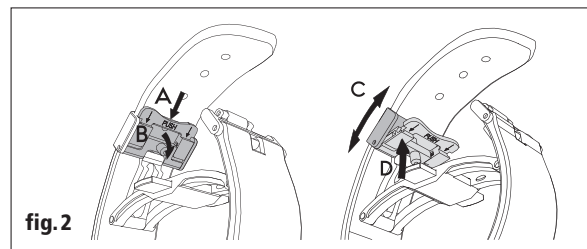

fig.2
Ajust de la longitud (fig. 2): premeu el pulsador "PUSH" en el sentit de la fletxa (A) i afluïeu l'extrem de la corretja (B). Feu lliscar la corretja per col·locar-la a la posició d'ajust desitjada (C). Empenyeu el sistema mòbil per bloquejar-lo, assegurant-vos que el forat estigui col·locat sobre el botó de manera que no faci malbé l'extrem de la corretja (D).